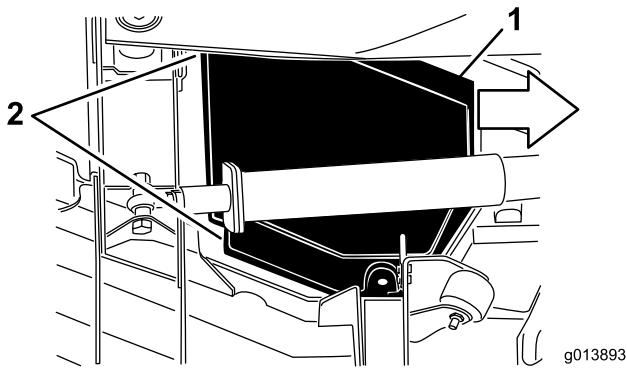

Figura 48
- Mientras levanta la cubierta, deslícela 1 pulgada aproximadamente hacia la unidad de tracción, para separar el borde exterior de la cubierta de la carcasa (Figura 48).